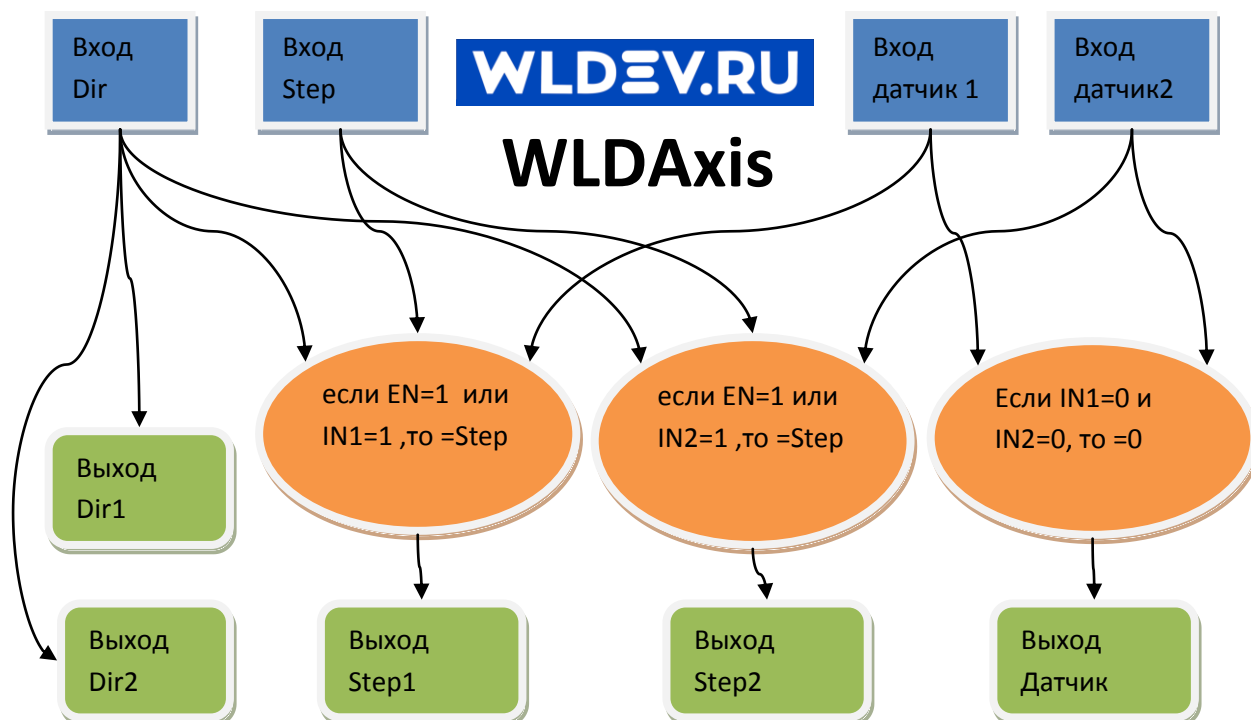

Рисунок 2
- Плата производит синхронизацию при движении в "активном" направлении (EN=1 на Рис.2) которое определяется пользователем.